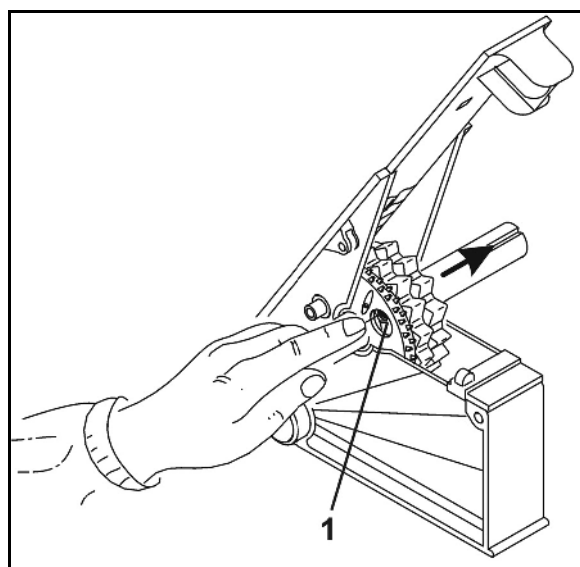

Рис. 23
1. Рычаг редуктора перемещайте вверх и вниз так часто пока не увидите отверстия (Рис. 23/1) высевающих катушек для мелких семян.